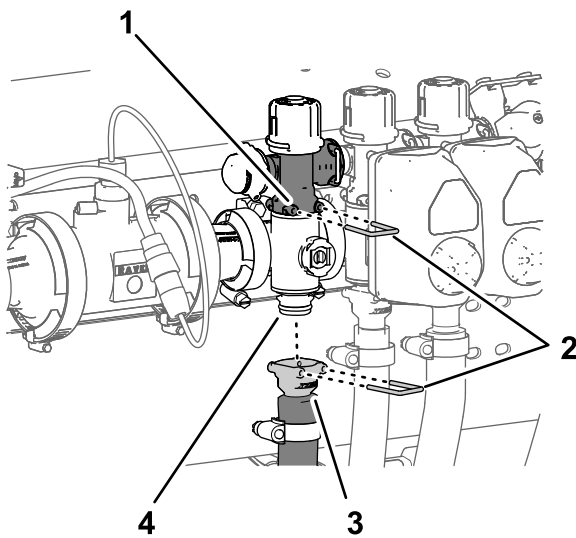

Figure 125
1. Retirez l'étrier qui fixe le raccord rapide de la vanne de dérivation de section à la vanne du collecteur de section (Figure 125).
- Retirez l'étrier qui fixe le raccord rapide du flexible d'alimentation de section au collecteur et l'étrier qui fixe le raccord rapide de la vanne du collecteur de section (Figure 125).